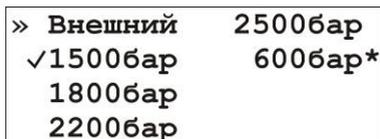

Рисунок 4.5 - Экран выбора датчика давления
3. В меню "Датчик давления" (рис. 4.5) клавишами Δ , ∇ выбрать используемый датчик давления (установить флажок) при помощи клавиши .
3. В меню "Датчик давления" (рис. 4.5) клавишами Δ, ∇ выбрать пользовательский датчик давления и нажать клавишу \checkmark .